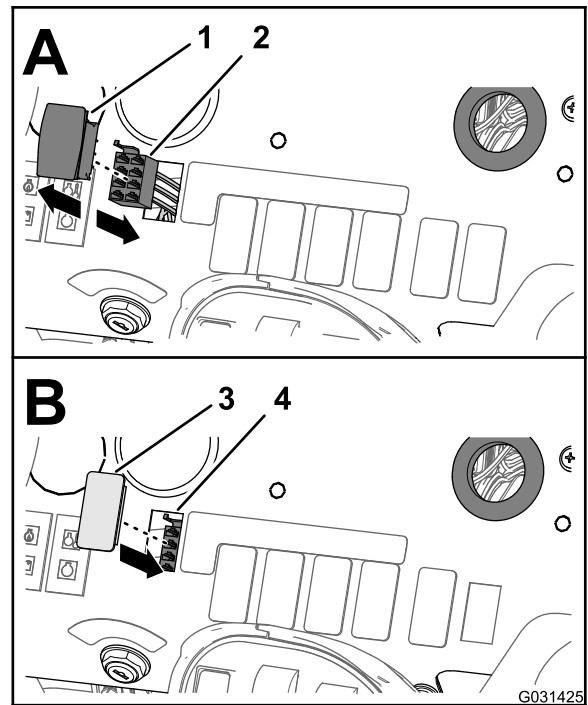

Figure 60
1. Sous la planche de bord de la machine, pincez les languettes de verrouillage de l'interrupteur de régulation de débit et poussez celui-ci hors de la planche de bord (Figure 60).
2. Débranchez le connecteur à 8 douilles du faisceau avant de la machine (identifié par « RATE SWITCH ») du connecteur à 8 broches de l'interrupteur (Figure 60).
4. Placez le cache d'interrupteur en face de l'ouverture dans la planche de bord occupée par l'interrupteur de débit précédemment (Figure 60).
5. Insérez le cache dans la planche de bord jusqu'à ce qu'il s'enclenche solidement dedans (Figure 60).